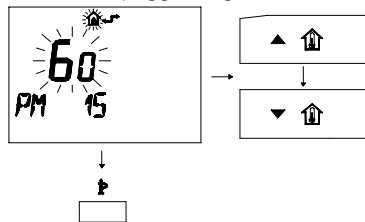

fig. 5.20
- 4 Modificare il *SET* programmato agendo sui pulsanti o fino a visualizzare un *set* di 60, aspettare che il numero programmato cominci a lampeggiare fig. 5.20